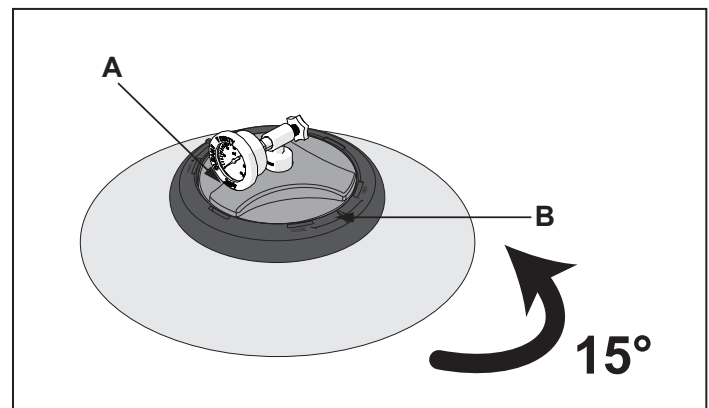

Figure 7. Desserrer le volant de réglage
- Veiller à ne pas déloger le conduit de ventilation et l'écran de ventilation. Voir la figure 7.
12. S'assurer que le conduit de ventilation automatique est en place (fileté dans le diffuseur) et que l'écran de ventilation est installé sur le dessus du conduit de ventilation. Voir la figure 7.
1. Tourner le volant de réglage (A) dans le sens antihoraire jusqu'à ce qu'il se desserre. Voir la figure 7.
3. Avant de retirer le couvercle, le tourner de 15° dans le sens antihoraire (B), voir la figure 7. Soulever l'ensemble de couvercle par le volant de réglage.